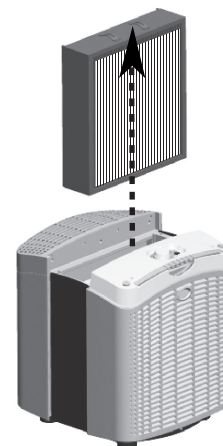

Fig. 7 - Retrait du filtre principal
1. Retirez le filtre principal usagé. Voir Figure 7. Jetez le filtre principal usagé.